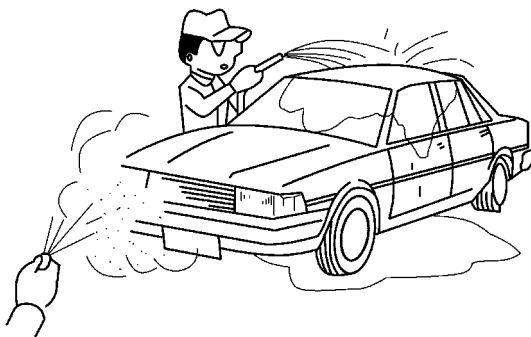

图 5-78 向车辆喷水
(3) 水淋法 当有些故障是在雨天或高湿度的环境下产生时,可用水喷淋在车辆上,检查是否发生故障,如图 5-78 所示。